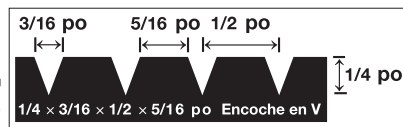

Figure 2
- Truelle de 6 x 13 x 8 mm (1/4 x 1/2 x 3/16 po) (Figure 2)
- Étaler des quantités suffisantes de l'adhésif recommandé à l'aide de la truelle recommandée (Figure 2) sur une zone qui peut être recouverte dans les 30 à 60 minutes (voir les données sur l'adhésif).